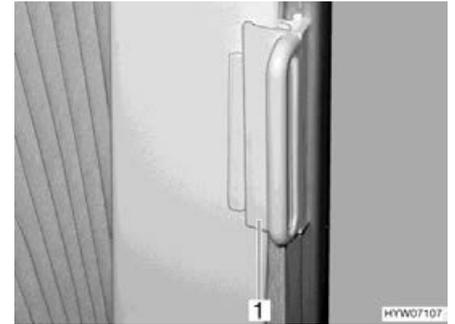

Bild 46 Verriegelung für Faltverdunklung
- Sichern:** ■ Den Griff (Bild 46,1) auf den Aufsatz schieben. Die Faltverdunklung ist gesichert.